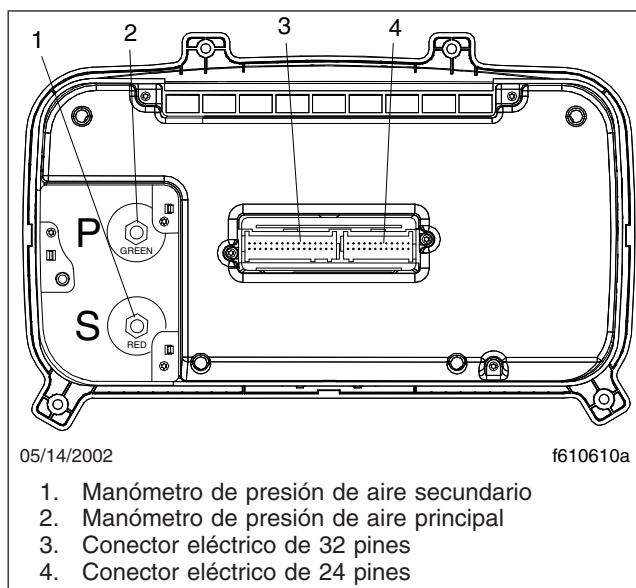

Figura 4, ICU3, Vista trasera
9. Desconecte los dos conectores eléctricos de la parte trasera de la ICU. Consulte la Figura 4.